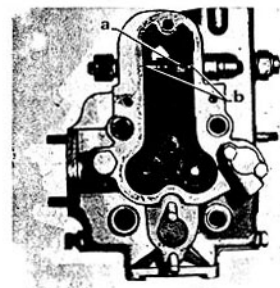

Fig. B 3
- A l'aide d'un chasse-goupille, chasser la goupille (a fig. B 3) de fixation de l'engrenage de commande de décompression.